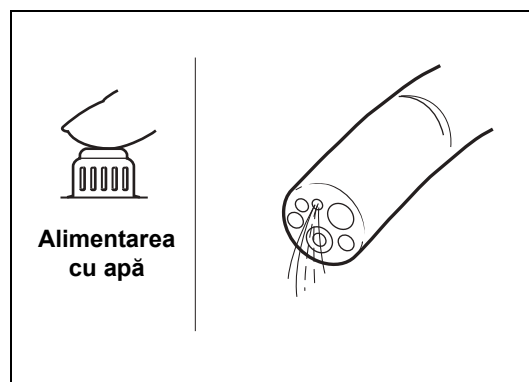

Figura 4.6
- 5 Apăsați valva de trecere a aerului/apei până la capăt și verificați dacă iese apă prin capătul distal al endoscopului. (Consultați Figura 4.6.)